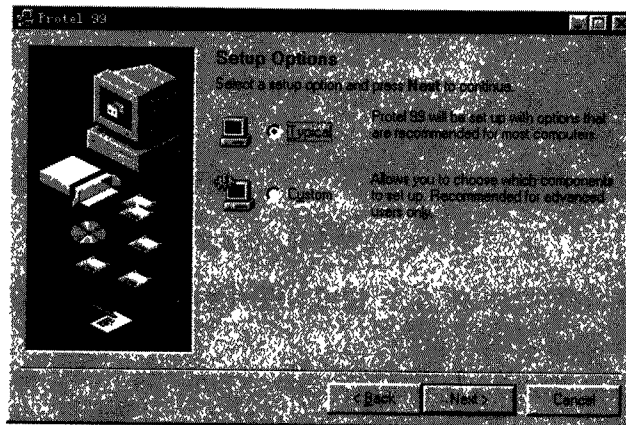

图 1-3 Protel 99 设置选项画面
3) 从自己光盘背面或者 Serial Number 记事本中找到该序列码, 然后将序列码键入到对话框中, 随后单击 Next 按钮。屏幕上会出现如图 1-3 所示的画面。